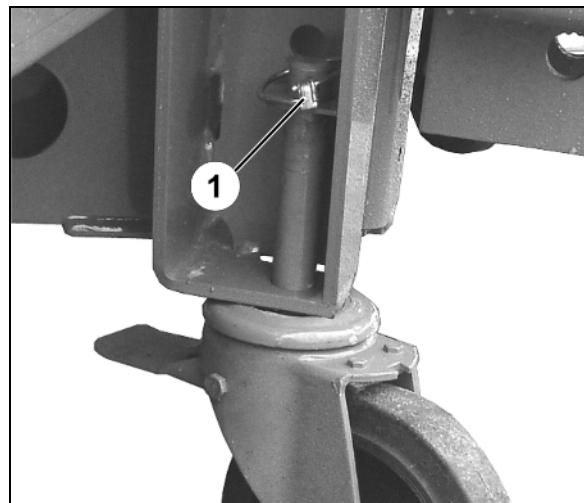

Fig. 27
5. Styrbare bremseruller (Fig. 27) foran
- o monter, og sikre med splint (Fig. 27/1), hhv.